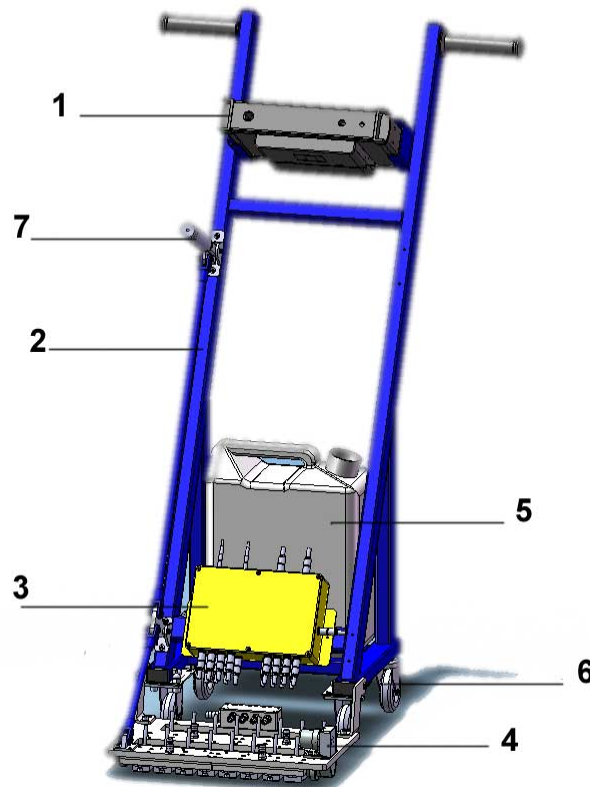

Рис.1 Установка УМУК-1
Установка (рис.1) состоит из дефектоскопа УСД-60-8К (1), механической части (2) на которой установлен акустический 16-ти элементный блок преобразователей (4), 32-х канальный коммутатор (3) и система подачи акустической жидкости (5).